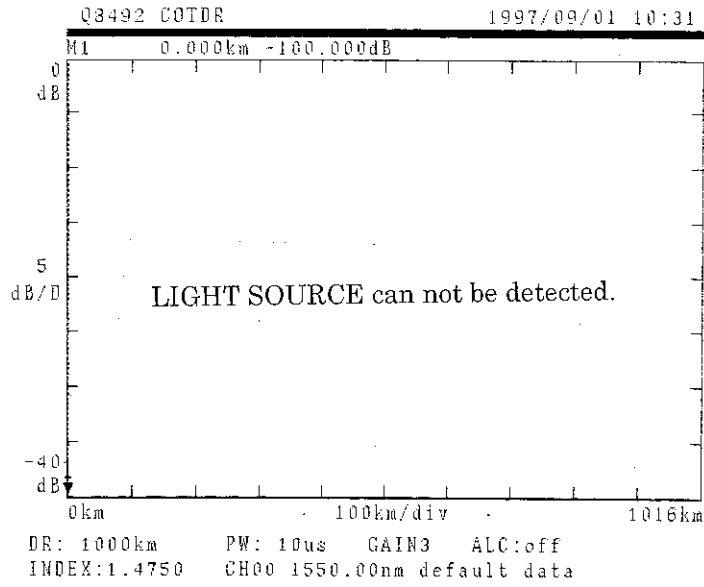

図 3-3 初期動作チェック省略時の画面
- (注) ③、④の操作について、OTDR ユニットの電源を投入してから光源ユニットの電源を投入する場合は、3秒以内に行ってください。光源ユニットが制御できなくなります。(図 3-3 参照)